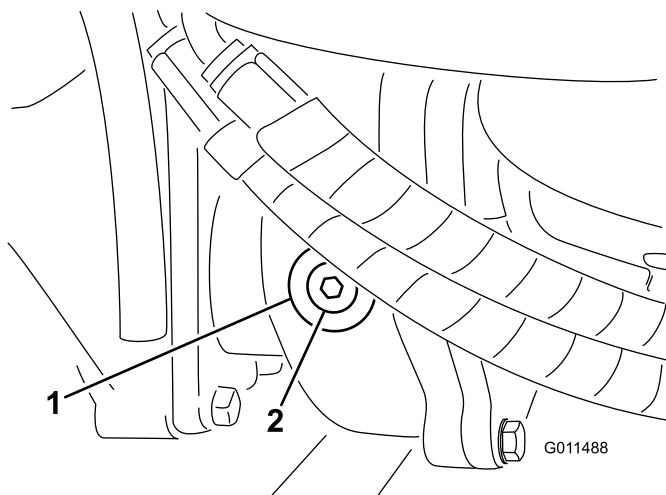

Figura 65
2. Retire el tapón de verificación/llenado del lado izquierdo de la caja de engranajes y asegúrese de que el lubricante llega al borde inferior del orificio (Figura 65).